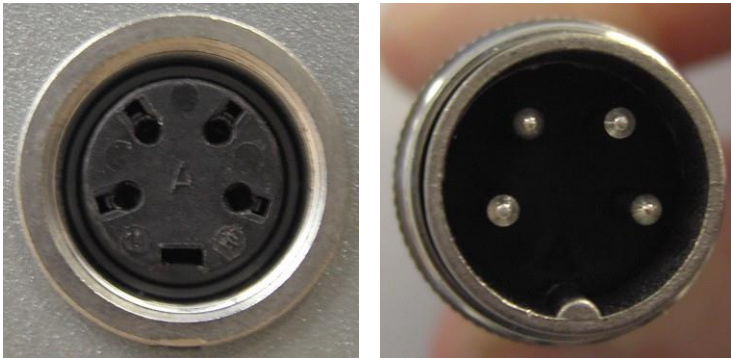

Figura 3-28. Alineación de las clavijas del conector del interruptor de pie con los orificios correspondientes de la toma
2. Haga coincidir las clavijas del conector del cable del interruptor de pie con los orificios correspondientes de su toma en la parte trasera del sistema, como se muestra en la Figura 3-28.